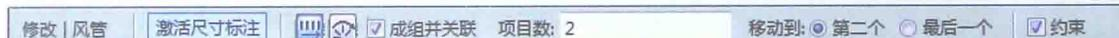

图1-10
- 阵列：选择图元，单击“阵列”工具，在选项栏中进行相应设置，勾选“成组并关联”复选框，输入阵列的数量，例如“2”，选择“移动到”选项中的“第二个”，在视图中拾取参考点和目标点位置，二者间距将作为第一个管道和第二个或最后一个管道的距离值，自动阵列管道，如图 1-10 所示。